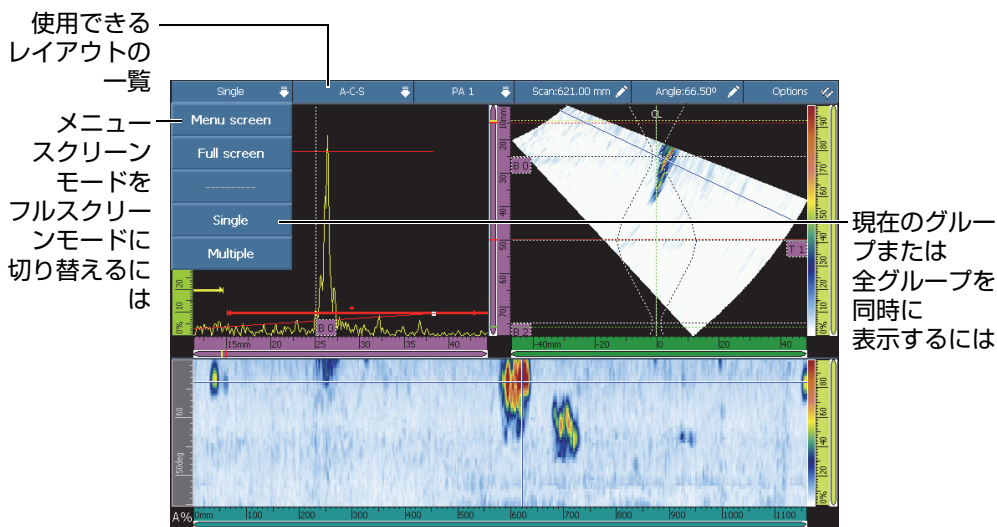

図 2-2 タイトルバーショートカットメニュー
タイトルバーショートカットメニューは、次の操作に使用することができます（49 ページの図 2-2 を参照）。
1. タイトルバーのモードセクションをタップします（左上の 49 ページの図 2-2 を参照）。
1. タイトルバーのグループをタップします (49 ページの図 2-2 を参照)。使用可能なグループの一覧が表示されます。
1. タイトルバーの**スキャン**をタップします (49 ページの図 2-2 を参照)。
1. タイトルバーの**インデックス軸**をタップします (49 ページの図 2-2 参照)。
1. タイトルバーの 49 ページの図 2-2 角度 /VPA をタップします (参照)。
1. タイトルバーの**オプション**をタップします (49 ページの図 2-2 参照)。使用可能なオプションの一覧が表示されます。